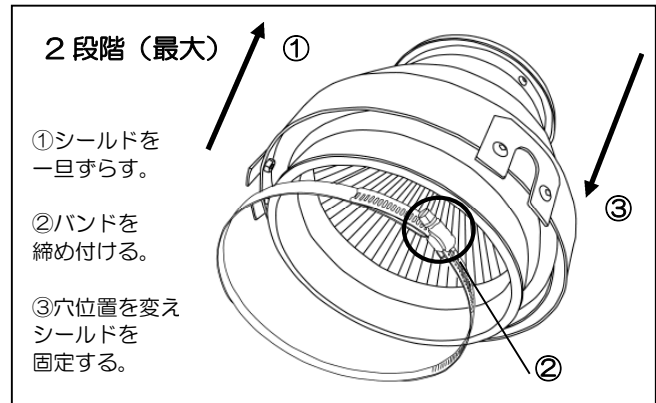

図 2
- 6カ所全て外した状態でシールドの位置を、もう一つの穴位置に来るように高さを合わせます。(図2)